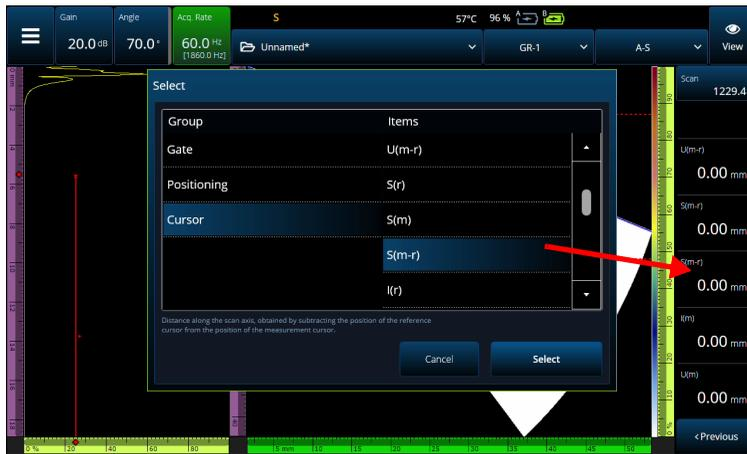

Abbildung 2-65 Messwertauswahl (Beispiel)
- b) Mit **Select Reading** (Messwert auswählen) können Sie einen spezifischen Messwert durch einen der verfügbaren Messwerte ersetzen (Abbildung 2-65 auf Seite 126).